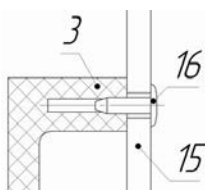
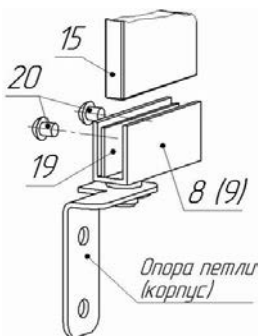
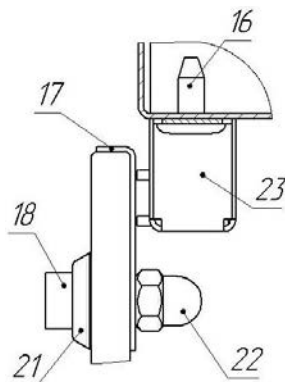

Рис. 2. Схема установки ручки.
Рис. 3. Схема установки петли.
Рис. 4. Схема установки накладки
2.2. Установите шампуры 6. Установите на стеклянные двери 15 ручки 3 при помощи саморезов 16 (рис. 2); накладку магнитной защелки 17 закрепите при помощи винтов 18, с шайбами 21 и гайками колпачковыми 22 (рис. 4). Затем стекла 15 закрепите в петлях 8 и 9 (рис. 3) посредством винтов 20 М4х5 и металлических прокладок 19 (40х15), выровняв стекла горизонтально. При необходимости выровняйте магнитные защелки 23 таким образом, чтобы их контакт с накладками 17 осуществлялся по всей поверхности магнитных пластин. Для этого ослабьте саморезы 16 (рис. 4), выровняйте магнитные защелки 23 и снова закрутите саморезы.